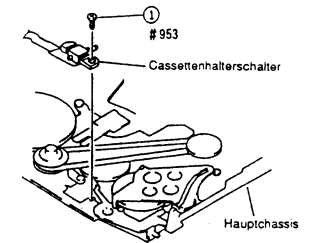

Abb. 2-73
• Hauptchassishalterung (1), (2), (3)	3-4-1
• Vorratsteller-Führungsrolle (2), Vorratsteller-Bandführung, Lademotor	3-6-4
• Lade Zahnrad (2), (3), Bandlaufwerk-Statusschalter	3-6-5
- 1) Eine (1) Befestigungsschraube des Cassettenshalters/Schalters entfernen (siehe Abb. 2-73).